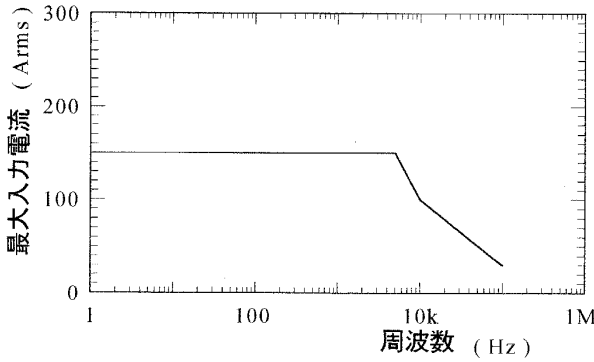

図2．最大入力範囲
- ・最大入力範囲を超える電流を入力しないでください。最大入力範囲は測定電流の周波数によって異なります。（図2参照）
連続最大入力範囲 : 150A (図2参照)